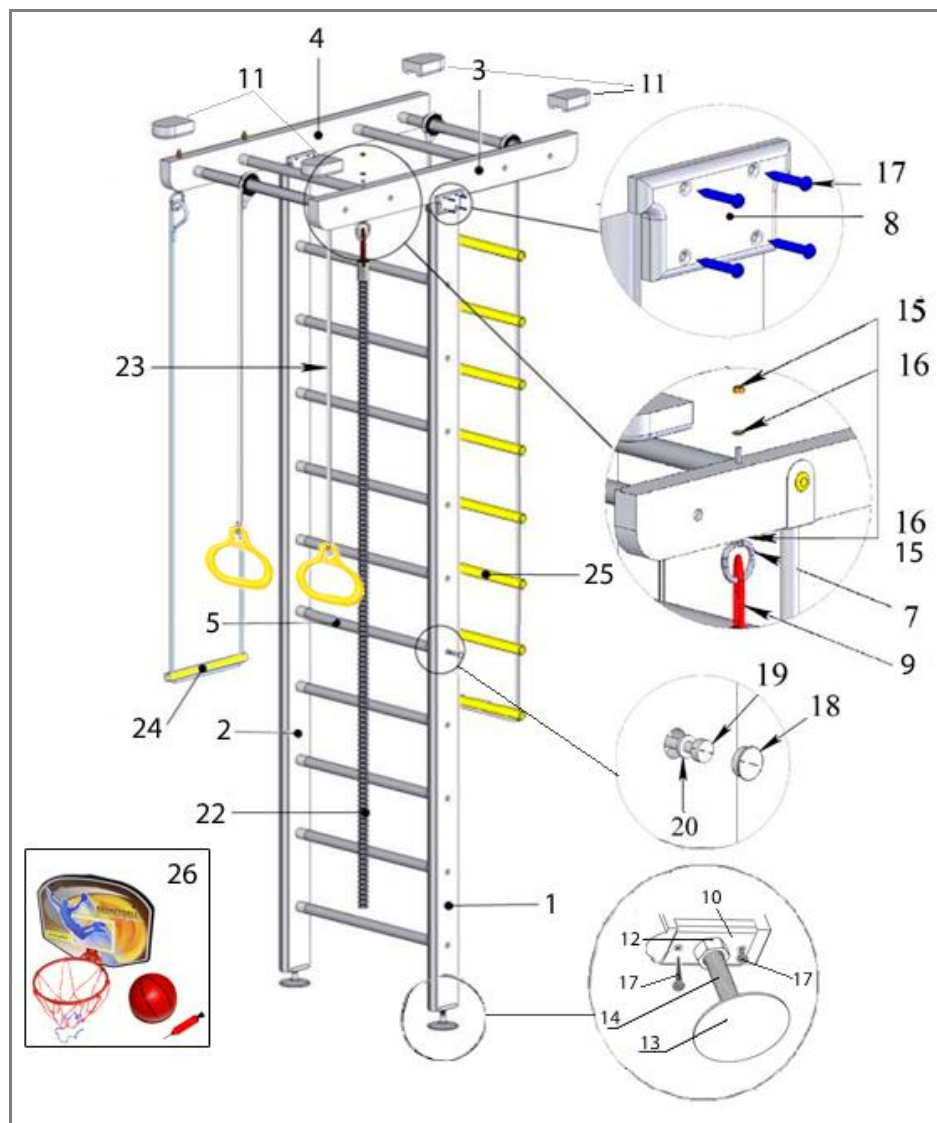

Рисунок 1
4.8. Выбрать место для установки Комплекса. Установить стойки шведской стенки вертикально болтами-домкратами (№14) на опоры нижние (№13). На верхних концах стоек шведской стенки установить декоративные упоры (№11) (Рисунок 1).